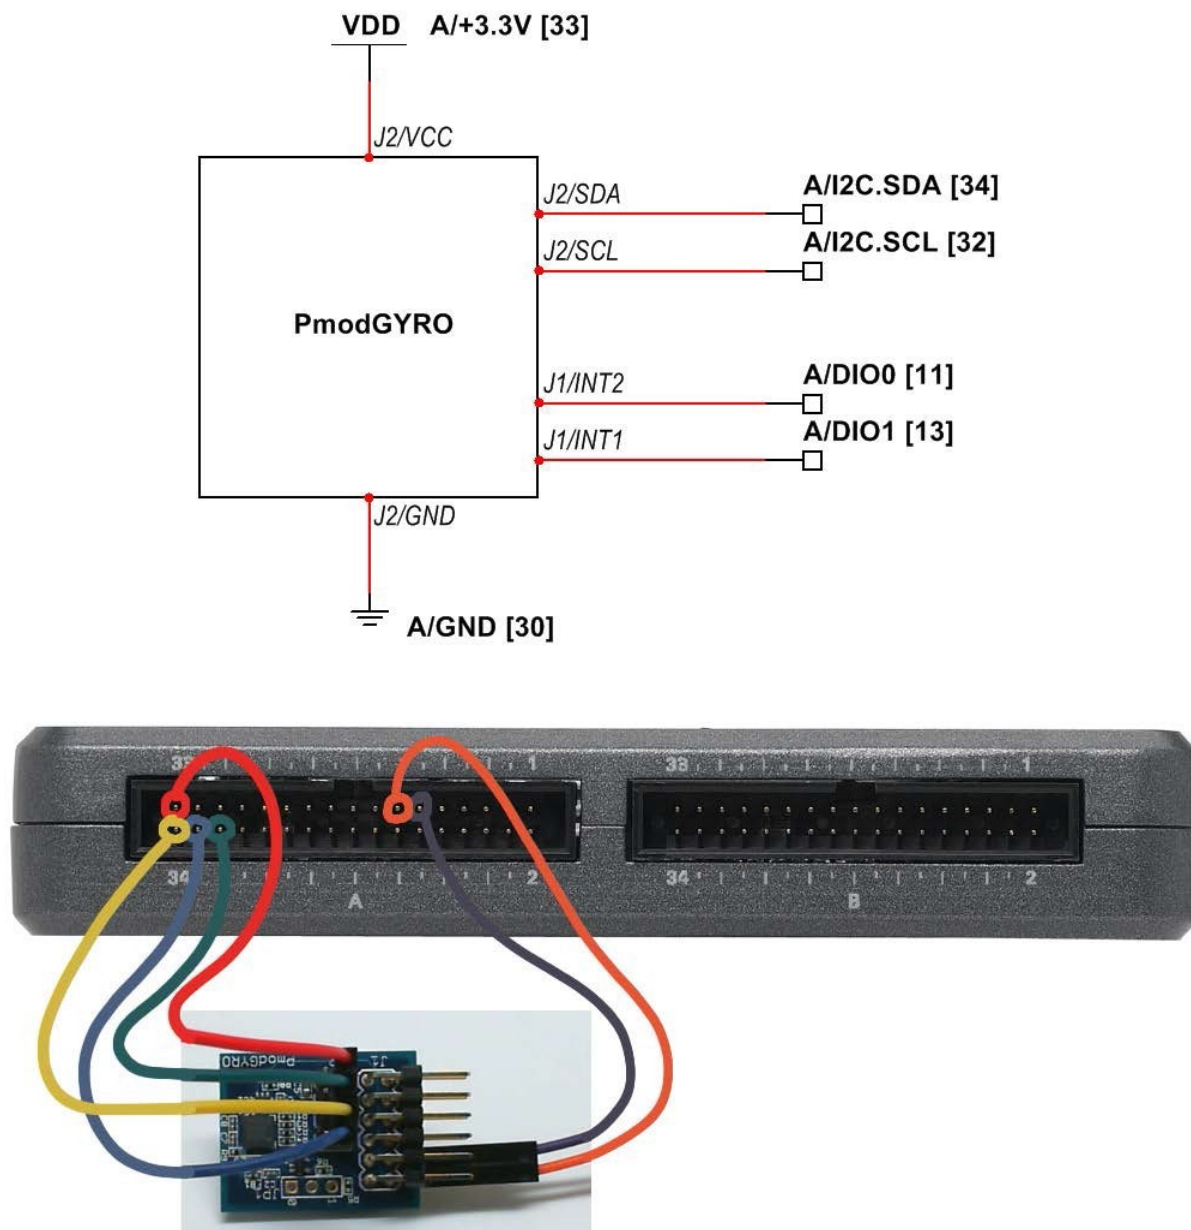

Рис. 22.2. Демонстрационная установка для гироскопа, подключенного к разъему MXP A на NI myRIO.
**Соберите схему подключения.** См. принципиальную схему на рис. 22.2 на стр. 97. В схеме используются 6 соединений с разъемом MXP A на NI myRIO (см. рис. A.1 на стр. 227):